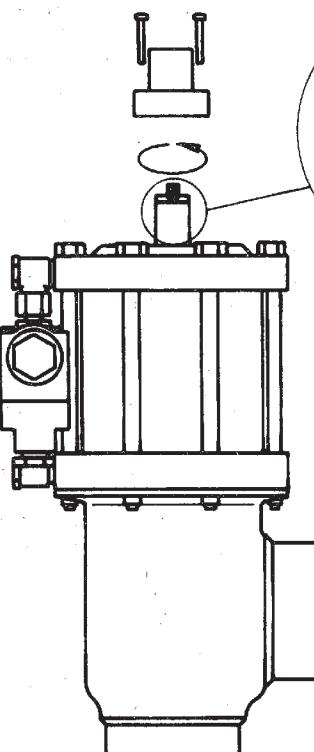

Fig. 5
NOTA: Colocar el pistón (3) como indicado en la fig. 5.
In case of power loss the **GPS** valve will close (NC). The valves without forced closing device can be opened by hand, if the cap is removed and the spindle is turned anti-clockwise. To close the valve, turn the spindle clockwise. The spindle must be screwed to the lowest possible position during normal operation (Fig. 5).
Ved strømsvigt lukker **GPS** ventilen (NC). Ventilerne uden tvangslukningsmekanisme kan åbnes ved håndkraft, hvis hætten fjernes, og spindlen drejes mod uret. Ventilen lukkes ved at dreje spindlen med uret. Spindlen skal være skruet i lavest mulige position under normal drift (Fig. 5).
En caso de corte de corriente, se cierra la válvula **GPS** (NC). Las válvulas sin dispositivo de cierre forzado pueden abrirse con la mano, desmontando la caperuza y haciendo girar el vástago en el sentido contrario a las agujas del reloj. La válvula se cierra girando el vástago en el sentido de las agujas del reloj. El vástago debe estar apretado en la posición más baja posible durante el funcionamiento normal (Fig. 5).